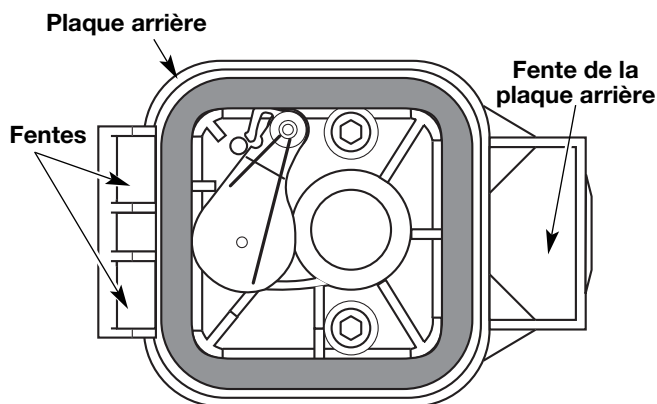

Fig. 60
6. Remplacez le filtre (Fig. 60).
7. Réinstallez le couvercle du filtre à air Placez les crochets à gauche du filtre à air dans les fentes à gauche de la plaque arrière (Fig. 60).
8. Pivotez le couvercle vers la droite jusqu'à ce que la languette du couvercle du filtre s'enfonce d'un déclic dans la plaque arrière (Fig. 60).